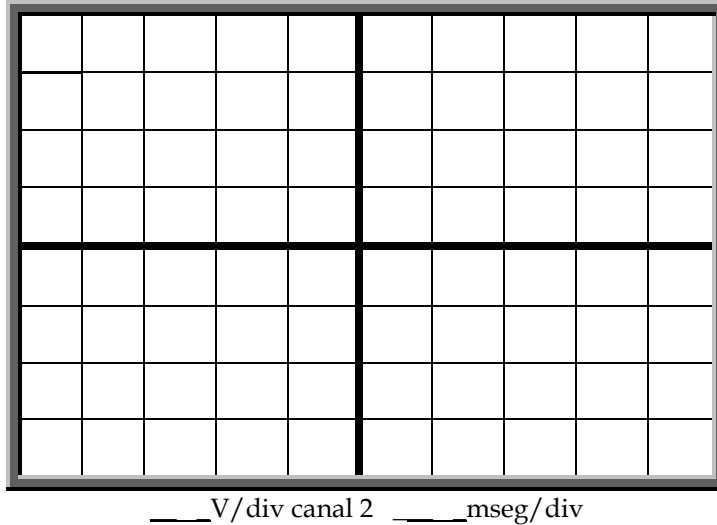

Fig. 1.14. Gráfica del voltaje de rizo del rectificador de onda completa con derivación central con filtro utilizando un capacitor de  $2,200 \mu\text{F}$ .
- d) Cambiar el capacitor de  $470\ \mu\text{F}$  por un capacitor de  $2,200\ \mu\text{F}$  y realizar las mismas mediciones del inciso a), registrar los valores obtenidos en la Tabla 1.7; realizar las mediciones del inciso b), registrar la medición en la Tabla 1.8 y graficar las señales en la Fig. 1.13; y realizar las mediciones del inciso c), registrar la medición en la Tabla 1.8 y graficar las señales en la Fig. 1.14.